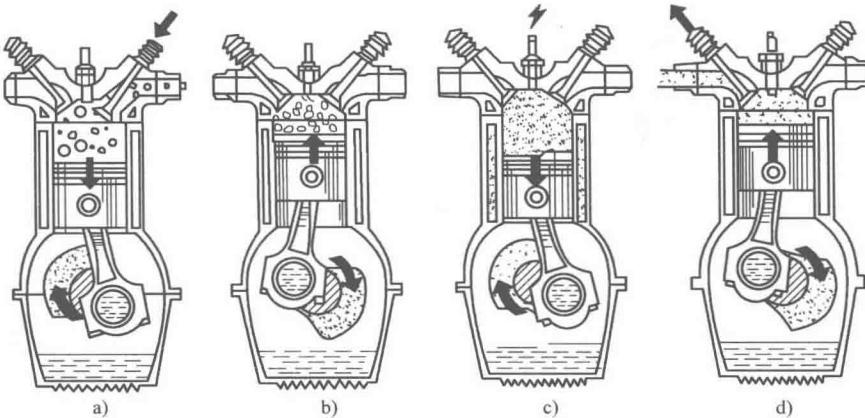

图1-5 四冲程汽油发动机的工作原理
(1) 汽油发动机的工作原理 四冲程汽油发动机的每一个工作循环都有4个活塞行程，按其作用分别称为进气行程、压缩行程、做功行程和排气行程，如图1-5所示。